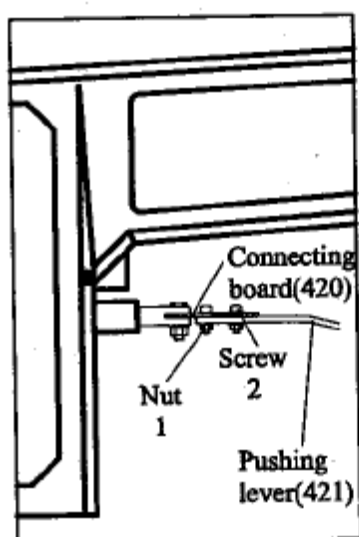

Рис. 12
- Ослабьте гайку 1 и винт 2, отсоедините Соединительную панель (420) и Толкающий рычаг (421) (как показано на Рис. 12).
Чтобы отрегулировать расстояние толчка игольницы, следуйте нижеприведенным инструкциям (Рис. 12)